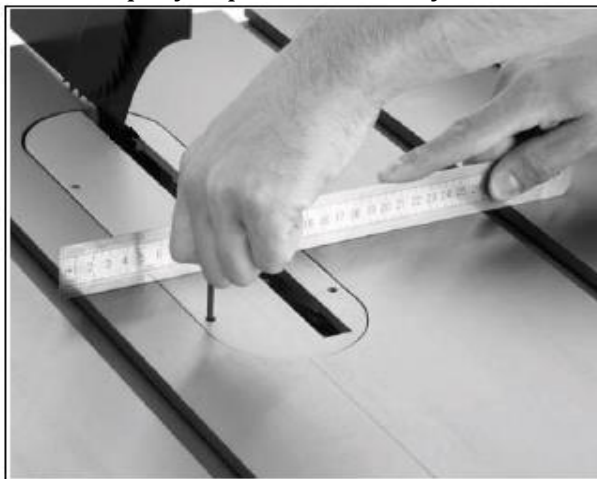

Рис. 23. Регулировка вставки стола по высоте
19. Поставить в стол вставку стола. Положить на стол и вставку стола поверочную линейку, шестигранным ключом на 3 мм отрегулировать вставку стола так, чтобы она была заподлицо со столом, поворачивая винт, как показано на рис. 23.